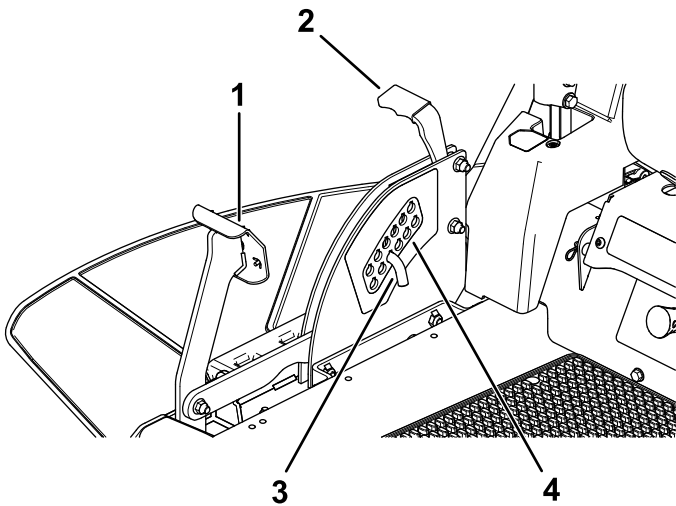

Figura 28
1. Pise el pedal de elevación de la carcasa y eleve la carcasa a la posición de bloqueo de transporte (que es también la posición de altura de corte de 114 mm [4½"]) (**Figura 28**).
2. Para ajustar la altura de corte, retire el pasador del soporte de altura de corte (**Figura 28**).
3. Seleccione el taladro del sistema de altura de corte que corresponde a la altura de corte deseada, e inserte el pasador (**Figura 28**).